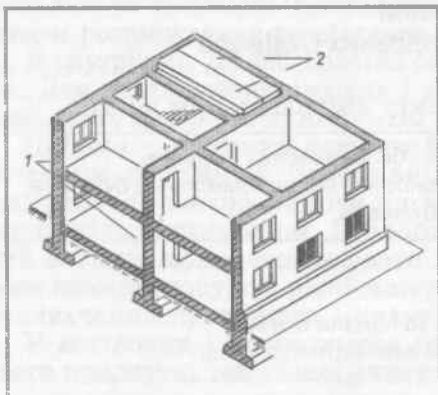

Рис. 37. Безкаркасна будівля:
2. Основними несучими вертикальними елементами безкаркасних будівель (рис. 37) є стіни. До них відносяться житлові будівлі з цегли, штучного каменю, дрібних і крупних блоків, великопанельні будівлі з несучими поздовжніми чи поперечними стінами.